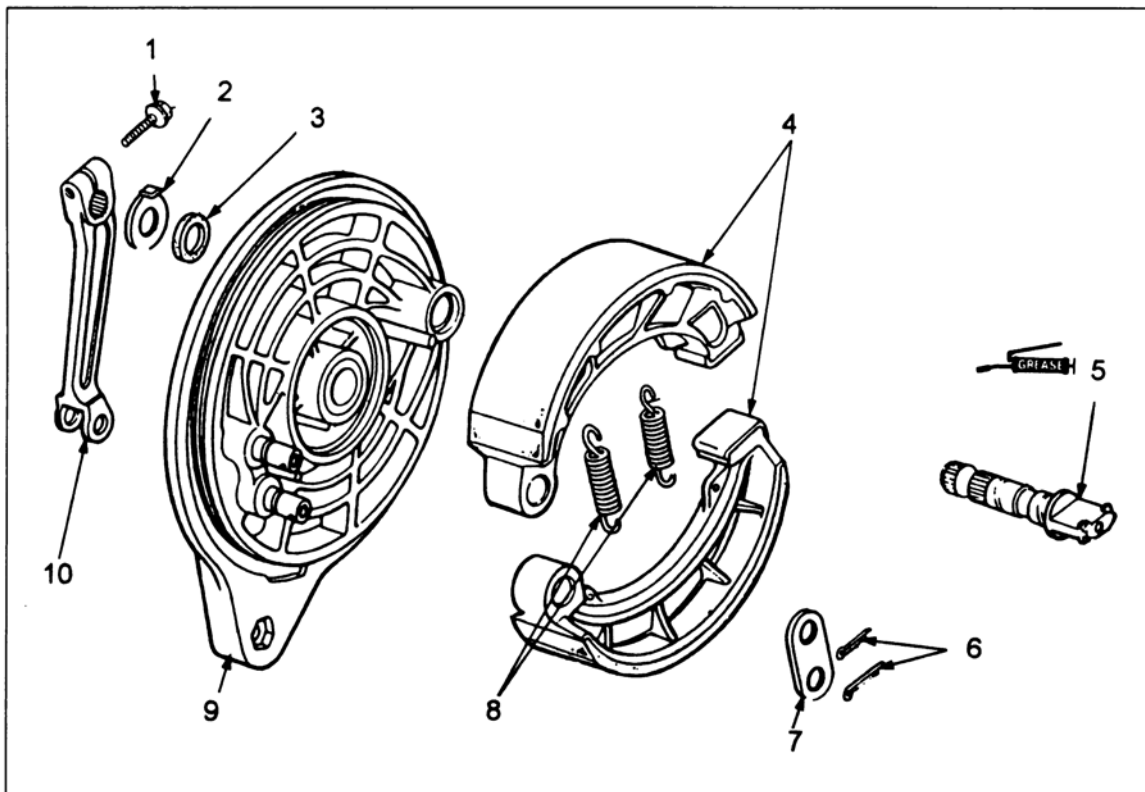

Bild 184
- Splinte ⑥ Bild 184 herausziehen und Halteplatte ⑦ abnehmen.
- Bremsbacken ④ und Federn ⑧ von Bremsankerplatte abziehen.